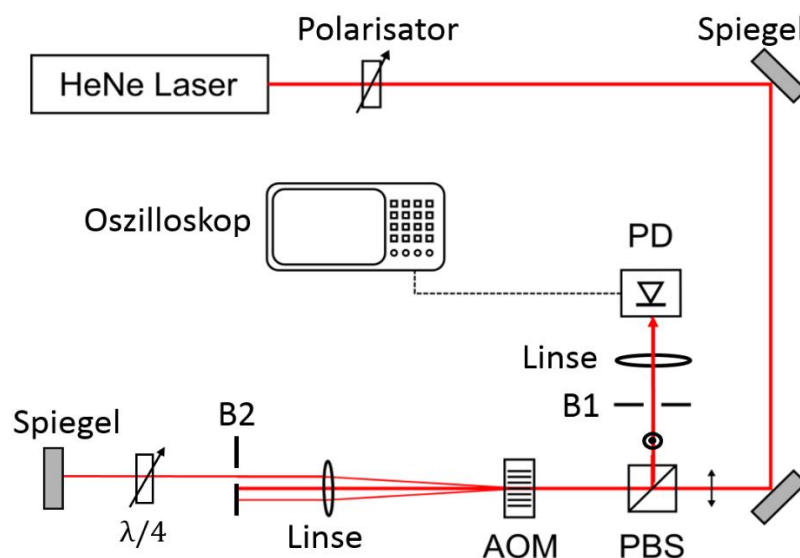

Abbildung 5. Schematischer Aufbau zur Messung der Beugungseffizienz in Doppel-Pass Konfiguration. B1: Blende 1; B2: Blende 2.
- (a) Setzen Sie eine weitere Blende so in den Aufbau des AOMs in Doppel-Pass-Konfiguration, dass nur der Strahl mit der -1. Ordnung wieder durch den AOM zurückgeführt wird und benutzen Sie eine zusätzliche Linse damit der Lichtstrahl den Chip des Photodetektors vollständig trifft (siehe Abbildung 5).